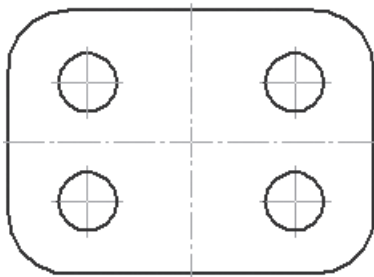

Рис. 56
8. Вспомогательные параллельные линии необходимо удалить: меню *Редактор* → *Удалить* → *Вспомогательные кривые и точки* → *В текущем виде* (рис. 56).